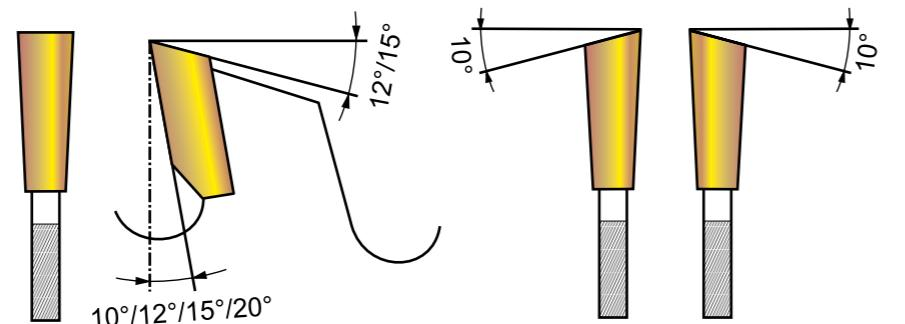

Рис.2. Косозаточенные зубья лесопильных пил
**Альтернативно заточенные зубья – косая боковая заточка (рис. 2).** Этот тип зубьев используется для продольной распиловки пиловочного сырья и раскряя брусьев с большой глубиной пропила (100 мм и более). Использование таких пил обеспечивает хорошую поверхность при пилении подсушенной древесины малой и средней плотности, только надо подобрать оптимальный угол боковой заточки зубьев: с учетом плотности древесины и стойкости зубьев этот угол может колебаться от 5 до 15°.